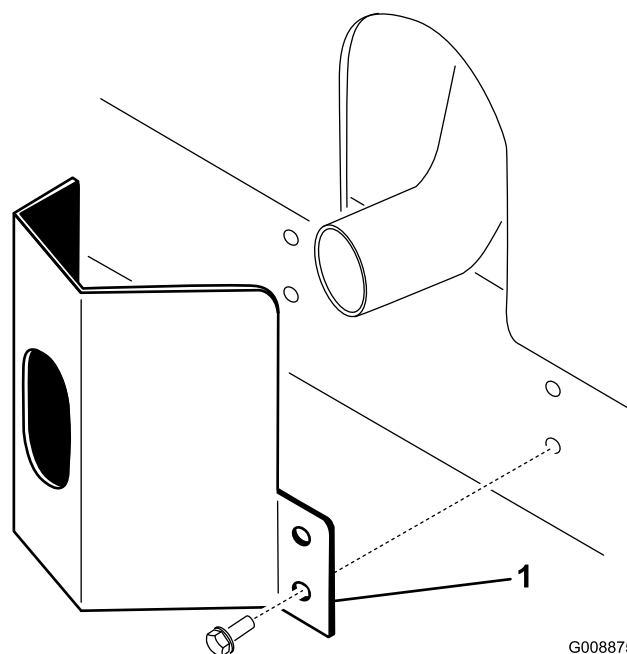

図 10
1. フレームについている取り付け穴に合わせてマフラー部にガードを取り付ける (図 10)。
2. タップ・ネジ 4 本で固定する (図 10)。